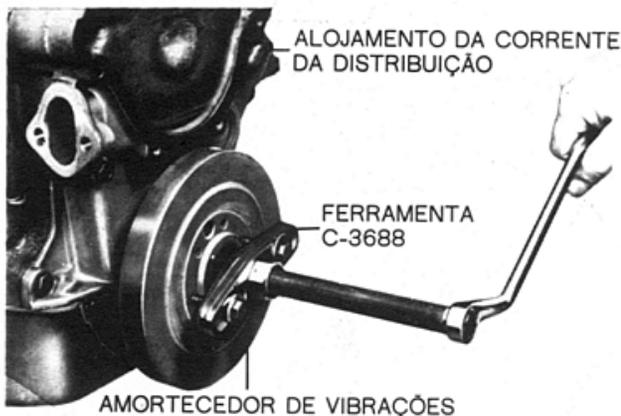

Fig. 13 — Remoção do conjunto do amortecedor de vibrações
- Instalar a ferramenta C-3688 e remover o amortecedor de vibrações da extremidade da árvore de manivelas (Fig. 13).